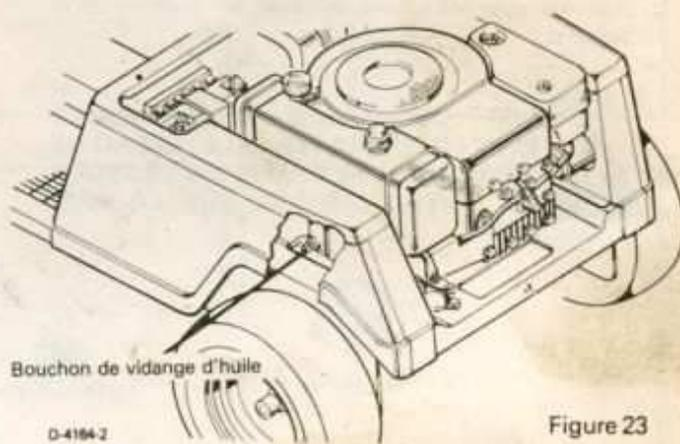

Figure 23
2. CHANGER L'HUILE DU MOTEUR (Fig. 23)